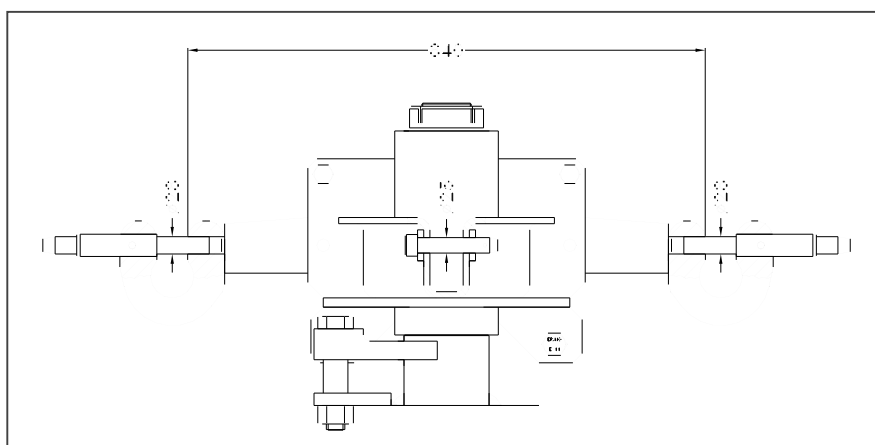
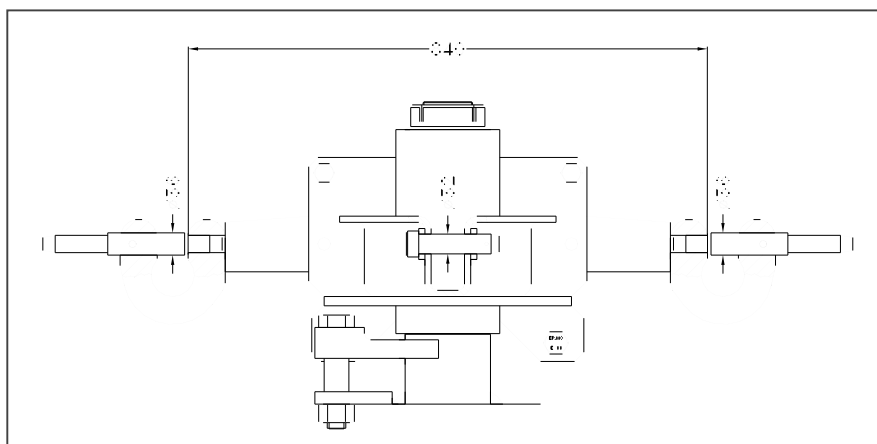

fig.3
fig.4
In fig.3 e fig.4 sono riportate le due possibili configurazioni dell'attacco della macchina:
- Fare attenzione alle quote di accoppiamento, in particolare fare riferimento alla fig.3 e fig.4 (pagine precedenti).
- Fissare regolarmente il dispositivo di aggancio del sollevatore idraulico all'attrezzo. Se possibile, utilizzare l'asola della testata dell'aratro per l'accoppiamento con il terzo punto (3) deve essere tale da risultare leggermente più alto dal lato dell'aratro.